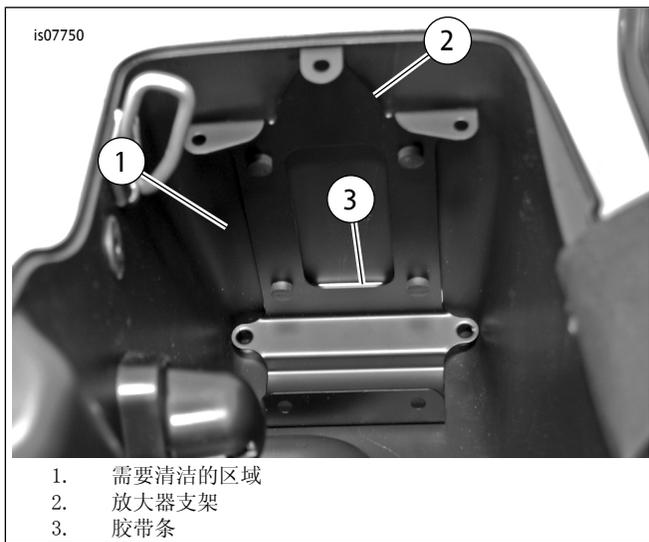

图5。安装放大器支架
5. 参见图5。使用50-70%异丙醇和30-50%蒸馏水的混合剂对边箱内后表面和底部表面进行清洁。去除四片放大器支架胶带的保护背衬并按照图示进行定位。